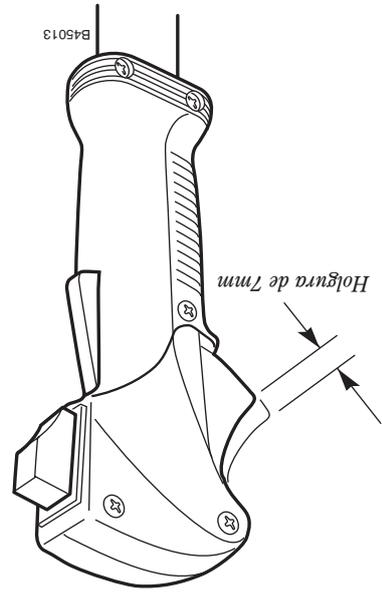

Figura 12
2. Verifique el espacio libre de la palanca del control del acelerador. El espacio libre o holgura adecuada debe ser de aproximadamente 7 mm (0,275" pulgada) en la posición de marcha mínima. Consulte la figura 12.